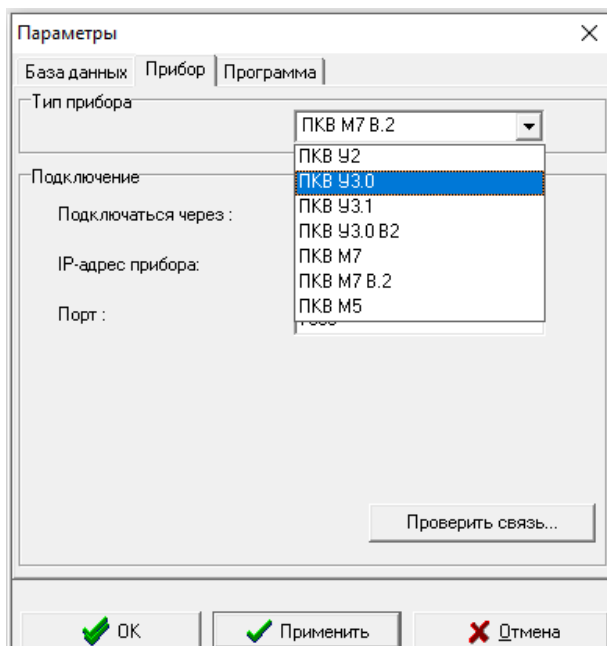

Рисунок 44 - Окно настройки параметров
1. Подключить прибор к ПК при помощи кабеля LAN и запустить программу. В главном меню открыть **Настройка, Параметры, Прибор** (рисунок 44).